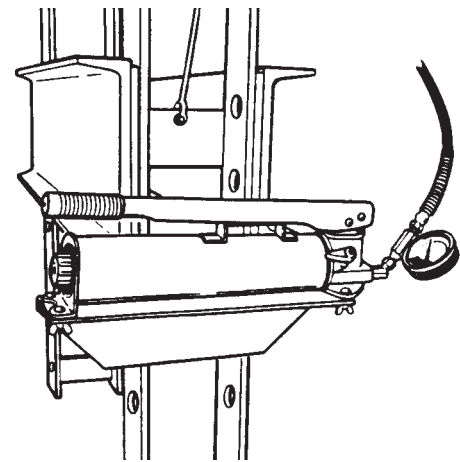

Figure 1
2. Utiliser les fixations figurant sur la liste des pièces pour assujettir la pompe sur son support. Voir les Figures 1, 2 et 3.